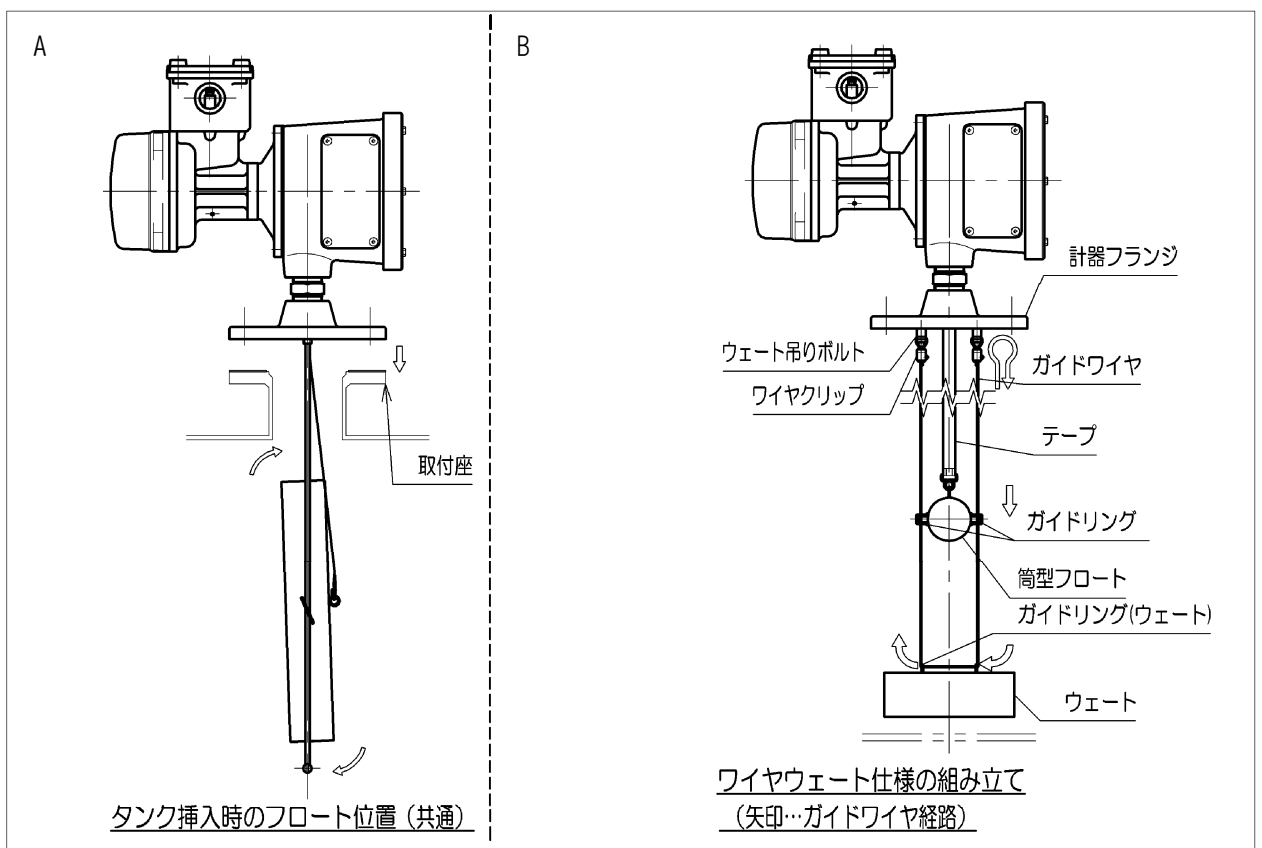

図 5.S方式の設置方法-ワイヤウェート組み立て
- 4.3.5. ガasketを使用する場合は先に取付座に設置の上、フロートを図 5-A の通りに回転させて取付座から組み立てた接液部をタンク内に挿し込み、計器フランジを取付座に所定の締結部品で固定し取付を完了します。
4.4.1. 計器接液部分を組み立てます(図 5-B 参照)。
4.4.5. フロートを図 5-A の通りに回転させて取付座から組み立てた接液部をタンク内に挿し込みます。テープを手で持ちながら少しずつ繰り出す要領で慎重に降下させます。